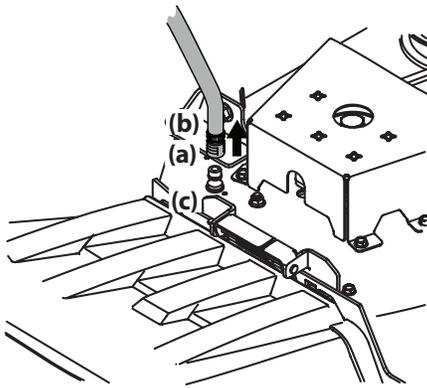

Figure 4-4
3. Tirez sur le collier d'arrêt (a) de l'adaptateur (b) et installez l'adaptateur (b) sur un des embouts (c) situés aux deux extrémités du plateau de coupe. Relâchez le collier d'arrêt (a) pour fixer l'adaptateur (b) sur l'embout du système de nettoyage du plateau de coupe (c). Voir Figure 4-4.